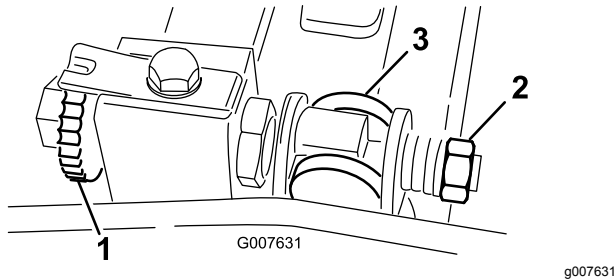

Figura 61
1. Rode o parafuso de ajuste da barra de apoio no sentido contrário ao dos ponteiros do relógio, para afastar lâmina de corte do cilindro (Figura 61).
2. Faça recuar a porca da mola tensora até que a anilha deixe de estar sob tensão contra a barra de apoio (Figura 61).